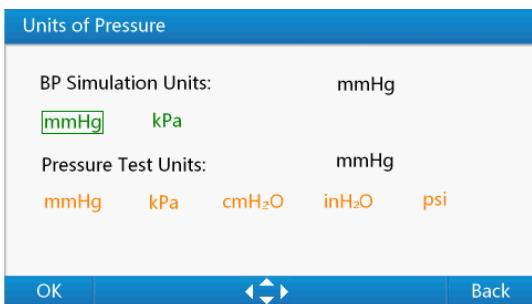

Figura 7 Interfaccia di impostazione dell'unità di misura
- Utilizzare i tasti su o giù all'interno di **“System Setup Menu”** per selezionare **“Units of Pressure”**, quindi premere il **“tasto di Invio”** per accedere l'interfaccia di impostazione dell'unità di misura mostrata nella Figura 7. Le unità di misura visualizzate in nero sono le unità di misura effettive correnti per la simulazione della BP e il test della pressione.